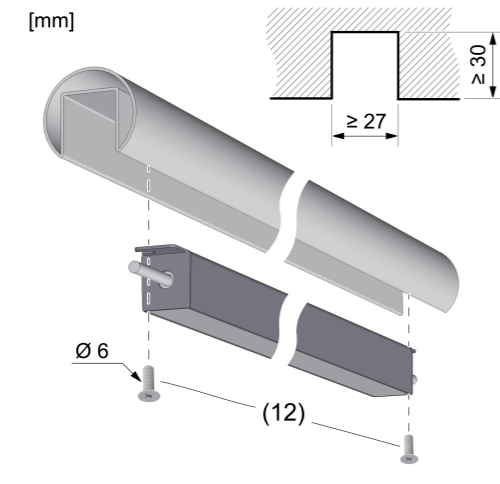

Bild 2: Leuchte montieren
- Im Montagegrund (z. B. Handlauf) eine Nut gemäß Zeichnung vorbereiten (Bild 2).
- LED-Leuchte mit Edelstahlschrauben (12) in der Nut befestigen (Bild 2).